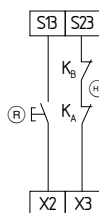
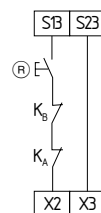

Abb. 3
Abb. 4
Zweikanalige Ansteuerung, dargestellt am Beispiel einer Schutztürüberwachung mit zwei Kontakten A und B, davon mindestens ein Kontakt zwangsöffnend; mit externem Reset-Taster (R) (siehe Abb. 3)
- (HE) = Rückführkreis
Externer Reset-Taster mit Flankendetektion (siehe Abb. 3 und Abb. 4)